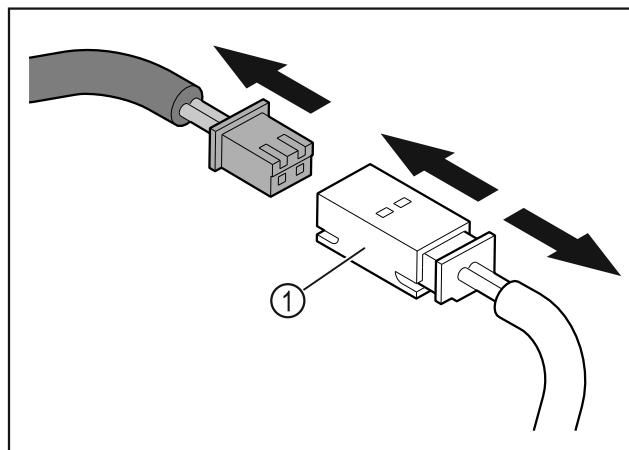

Fig. 10
- Débrancher le connecteur de la fiche Fig. 10 (1).